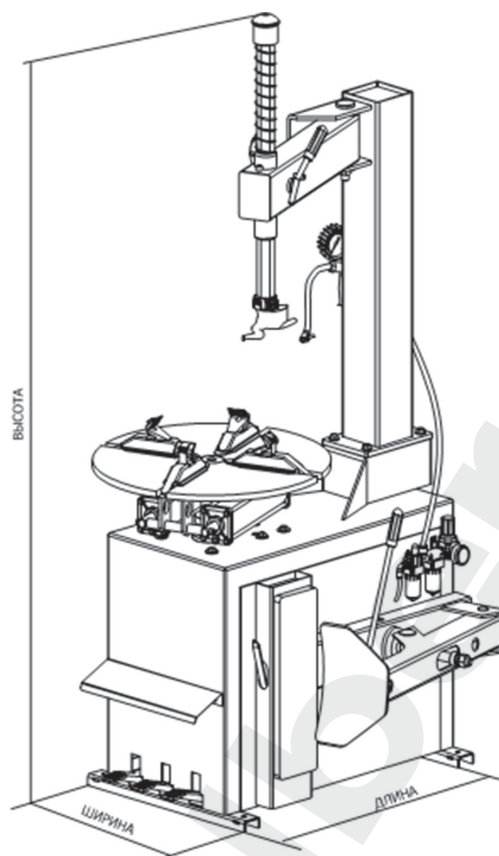

Рис. 13.2
**Таблица 13.4.3** Размеры оборудования и вес брутто указаны без опциональных аксессуаров, таких как «третья рука», см. рис. 13-2